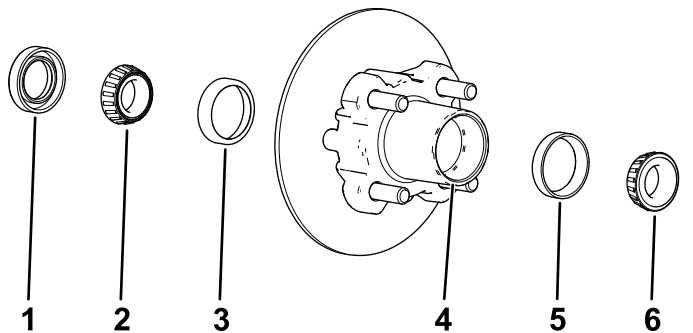

Figure 24
1. Déposez le roulement extérieur du moyeu (Figure 24).
2. Déposez le joint et le roulement intérieur du moyeu (Figure 24).
5. Éliminez la graisse, la saleté et les débris à l'intérieur de la cavité du moyeu (Figure 24).
7. Remplissez 50 à 80 % de la cavité du moyeu avec la graisse spécifiée (Figure 24).
8. Montez le roulement intérieur sur la bague, sur le côté intérieur du moyeu, puis posez le joint (Figure 24).